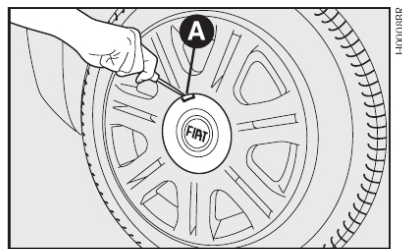

fig. 7
- Com roda de liga-leve, retirar a calota de cobertura dos parafusos (para algumas versões), com o auxílio de uma chave de fenda inserida no recorte **A-fig. 7** e desajustar os parafusos. Balançar lateralmente o veículo para facilitar o desengate da roda de seu cubo.